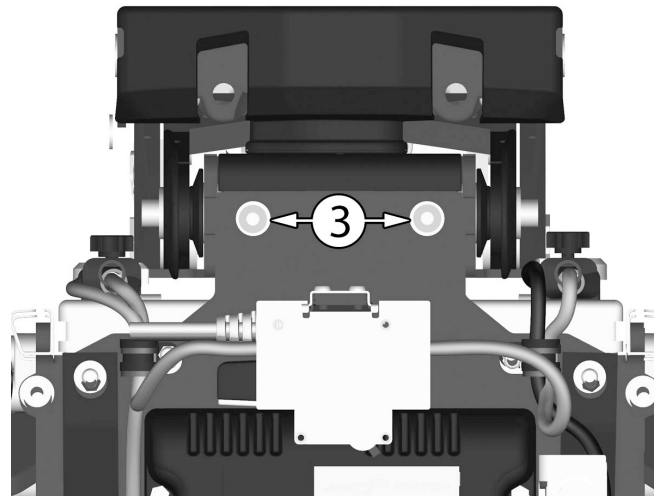

Abbildung 80. Die beiden Schrauben, die die AP Sitzhöhenverstellung an der Hinterkante halten.
13. Die beiden Schrauben (3), die die AP Sitzhöhenverstellung an der Hinterkante halten. Siehe Abbildung 80.